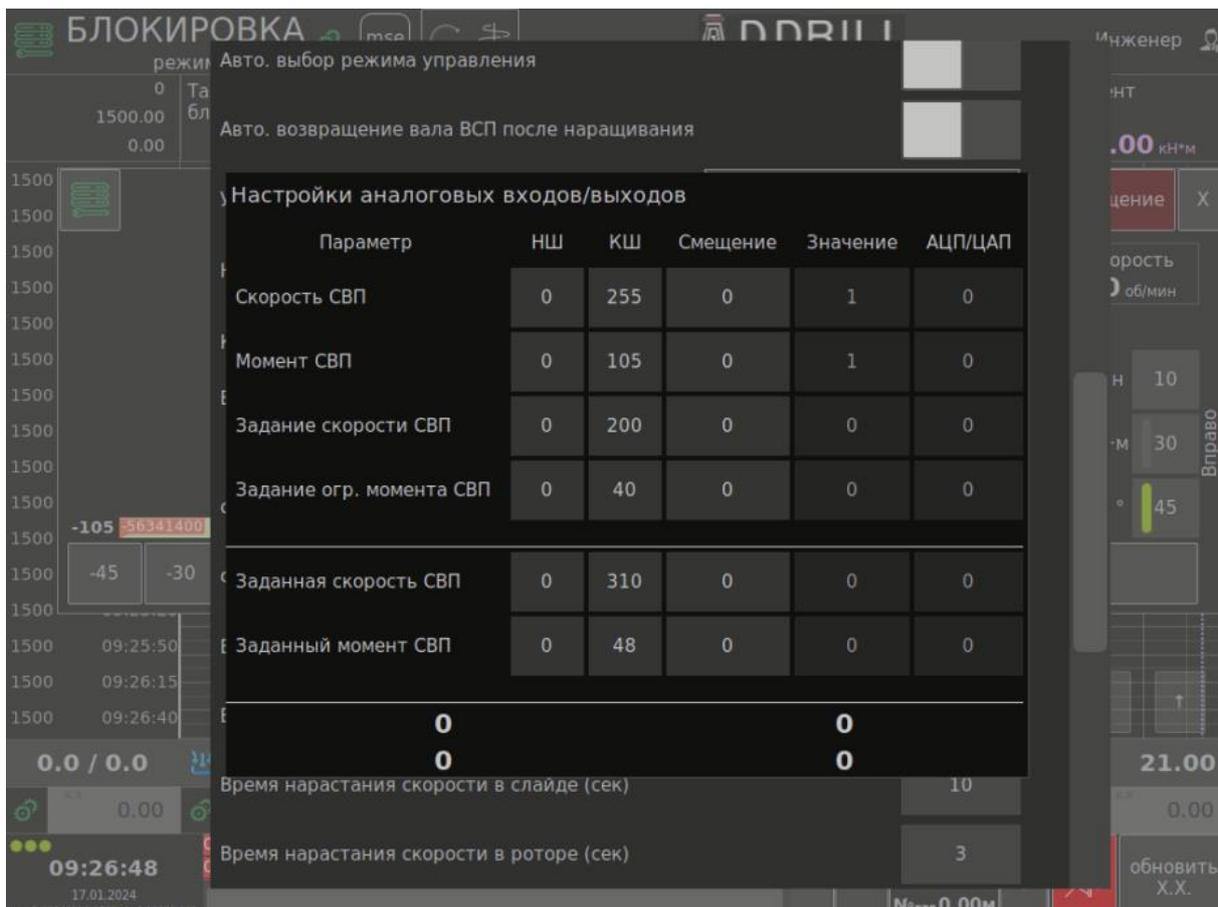

Рис. 20
1. В данном вспомогательном окне настраиваются аналоговые входы/выходы, при помощи которых модуль SpinMaster подключается к ВСП Рис. 20.